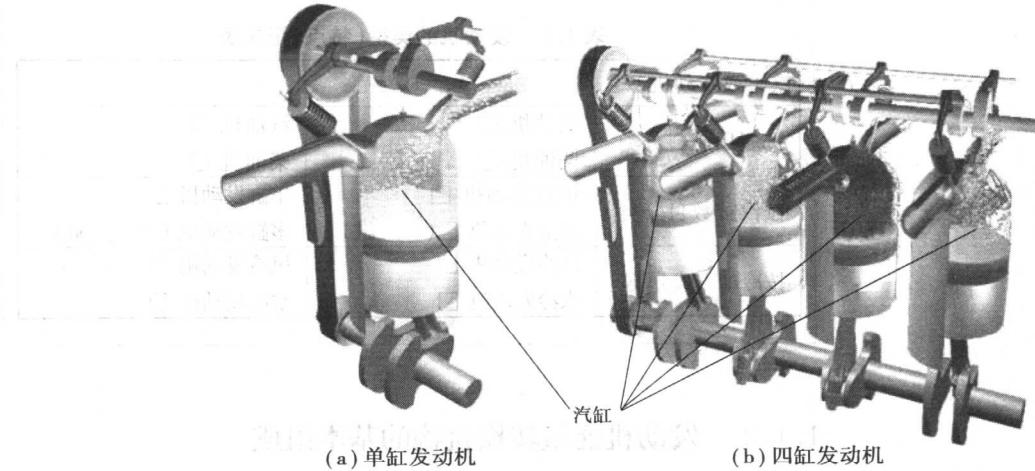

图 1.2 发动机按汽缸数目分类
- 单缸发动机:仅有一个汽缸的发动机(图 1.2(a))。
- 多缸发动机:有两个以上汽缸的发动机。如双缸、三缸、四缸、五缸、六缸、八缸、十二缸等(图 1.2(b))。